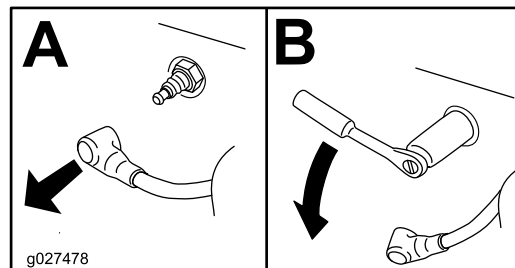

Figura 45
4. Retire a vela de ignição (Figura 45).